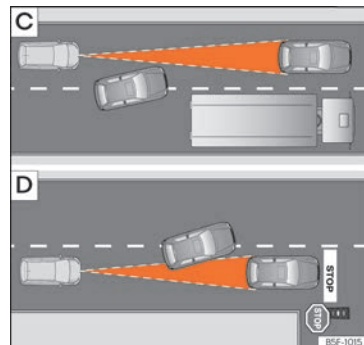

Abb. 162 [C] Fahrspurwechsel eines anderen Fahrzeugs. [D] Abbiegendes und weiteres stehendes Fahrzeug.
- Fahrzeuge, die in geringem Abstand auf die eigene Fahrspur wechseln »» **Abb. 162** .
ACC reagiert nicht auf stehende Fahrzeuge. Wenn z. B. ein von ACC erfasstes Fahrzeug abbiegt oder aussichert und sich vor diesem Fahrzeug ein stehendes Fahrzeug befindet, reagiert ACC nicht auf das stehende Fahrzeug »» **Abb. 162** .